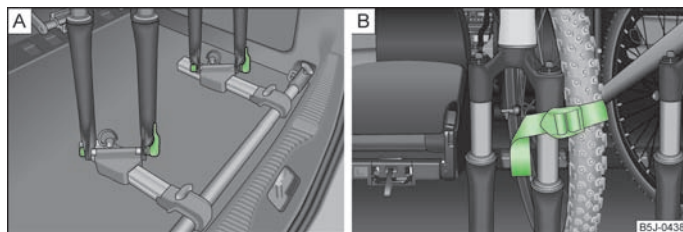

Fig. 53 Montar la bicicleta/ejemplo de fijación de la rueda delantera
- Colocar la horquilla de la bicicleta sobre el eje de fijación y apretarla mediante el tensor rápido » fig. 53 - **A**.
- Es mejor colocar la rueda delantera desmontada entre la biela del pedal izquierdo y el marco de la bicicleta, y fijarla mediante una correa a la horquilla delantera » fig. 53 - **B** o bien a uno de los elementos de sujeción.